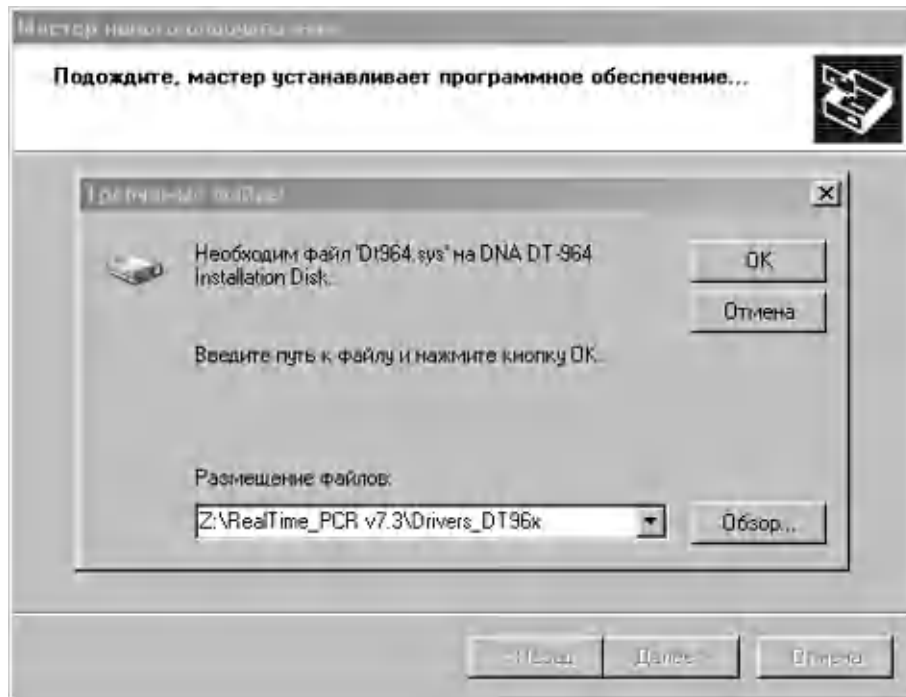

Рис.10. Поиск файла Dt964R.sys на компакт-диске
- В следующем окне мастера (Рис.10) укажите путь к файлу Dt964.sys на компакт-диске для чего нажмите кнопку
- Убедившись, что путь к файлу в окне (Рис.10) указан правильно, нажмите кнопку **OK**.